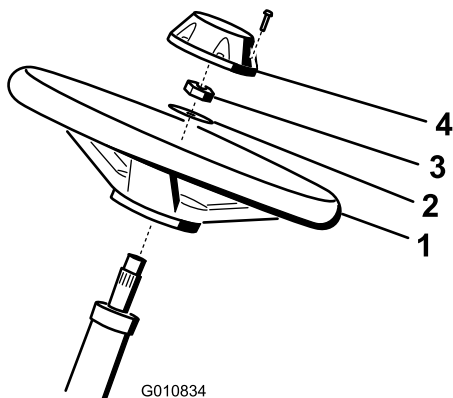

Figura 5
1. Collocate il volante sul piantone (Figura 5).
2. Collocate la rondella sul piantone (Figura 5).
3. Fissate il volante sul piantone per mezzo di un controdado serrato a 27-35 Nm (Figura 5).
4. Montate il coprimozzo sul volante e fissatelo con l'aiuto di una vite (Figura 5).